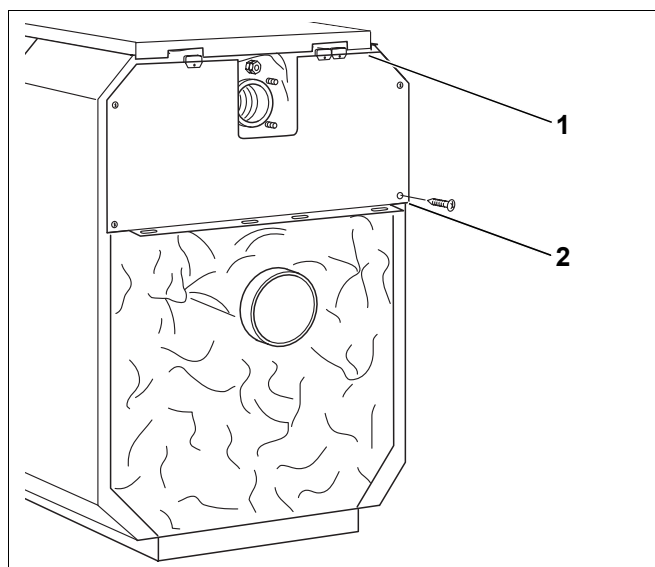

Fig. 55 Montare il pannello caldaia superiore
- Spingere il pannello posteriore superiore della caldaia al di sotto del pannello di copertura posteriore (fig. 55, [1]) e avvitarlo sulla zona posteriore ai pannelli laterali con quattro viti autofilettanti (fig. 55, [2]).